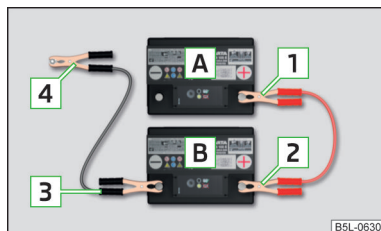

Fig. 217
- Prindeți clema **1** la polul plus al bateriei descărcate **A** » fig. 217.